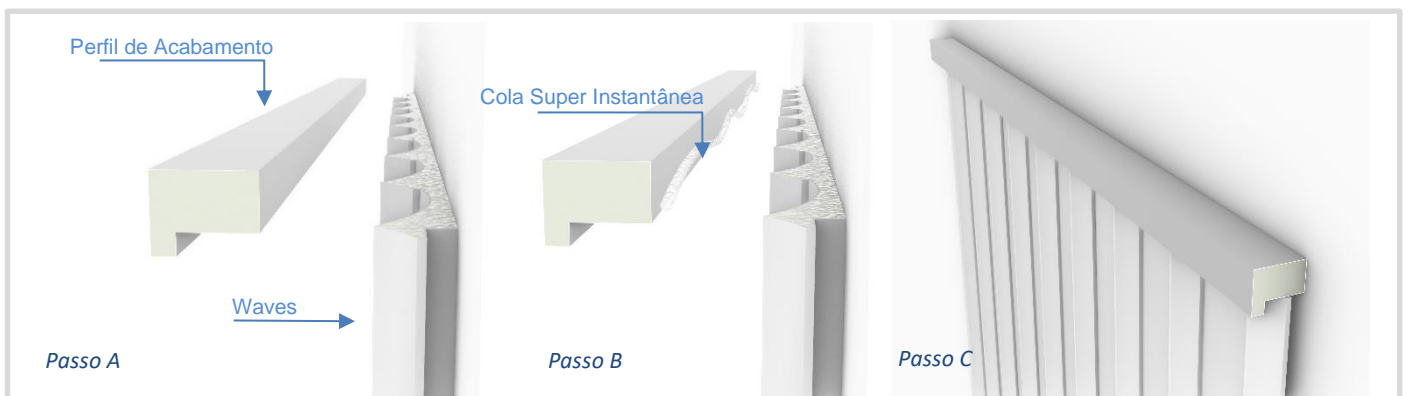

Figura 16
- f) Caso necessário acabamento de topo ou lateral, utilizar o Perfil de Acabamento, figura 16.